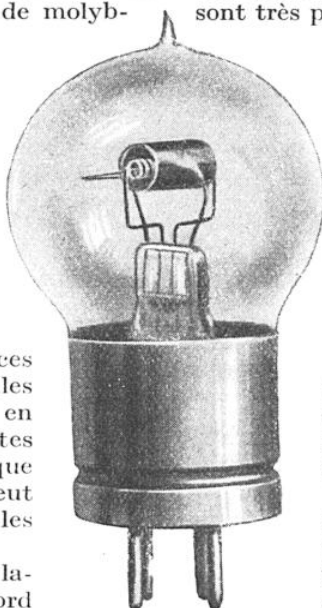

FIG. 1. — TYPE ORDINAIRE DE LAMPE DE RÉCEPTION FRANÇAISE
**T**ous les amateurs de T. S. F., et même tous nos lecteurs, connaissent fort bien maintenant la lampe à vide de réception sous sa forme ordinaire (fig. 1) : ampoule de forme sphérique, filament horizontal en tungstène, grille de nickel ou de molybdène disposée en hélice, plaque cylindrique, également en nickel ou molybdène.